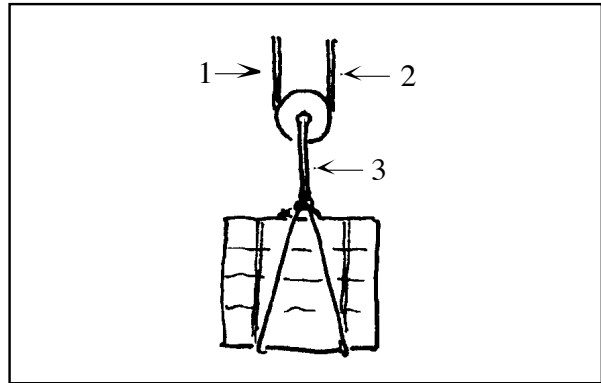

Fig. 9.6. Per l'esercizio 2
2. La corda in fig. 9.6 ha una sezione di $1,5 \text{ cm}^2$. La cassa ha una massa di 12 kg. Calcola la trazione nei punti 1, 2 e 3.